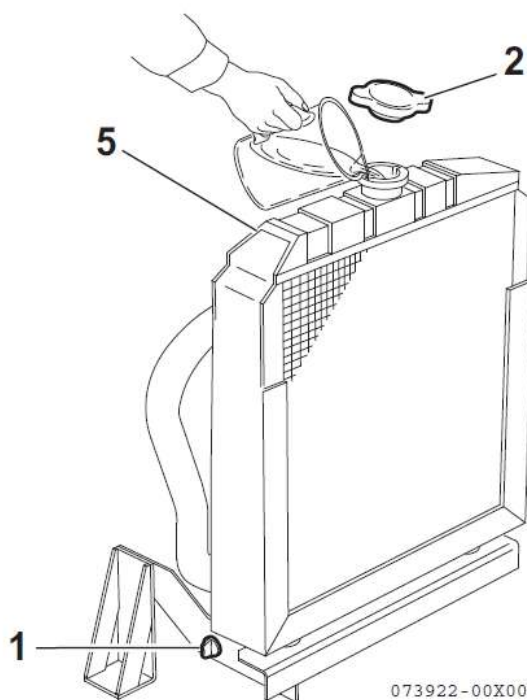

Рисунок 29
1. Убедитесь, что сливная пробка радиатора стоит на месте и закручена, и сливной кран (рисунок 29, (1)) закрыт. Также удостоверьтесь, что сливная пробка охлаждающей жидкости (рисунок 30, (1)) в блоке цилиндров стоит на месте и закручена, и шланги охлаждающей жидкости (рисунок 31, (1)) установлены и подсоединены к масляному радиатору.
2. Снимите крышку радиатора (Рисунок 29 (2)), повернув её против часовой стрелки на 1/3 оборота.
4. Установите крышку радиатора на место (рисунок 29, (2)). Выровняйте выступы на задней стороне крышки радиатора с прорезями на заливной горловине радиатора. Нажмите вниз и поверните крышку по часовой стрелке на 1/3 оборота.